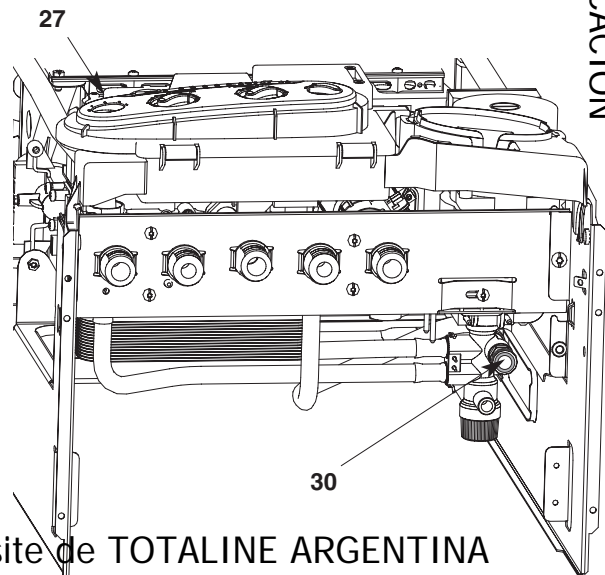

Fig. 14
- abrir la llave de llenado **30** (fig. 14)
- cerrar la llave cuando la aguja del manómetro **27** (fig. 14) muestre una presión superior a la determinada en la página 3 (1,5 bar aproximadamente)